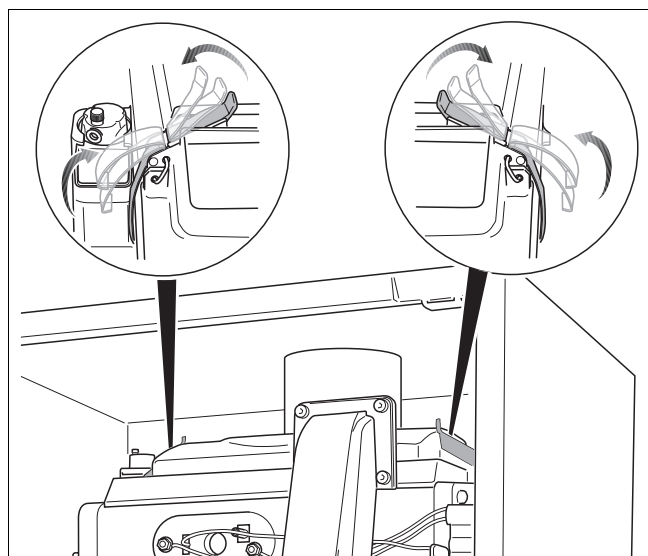

fig. 49 Snelsluitingen openen
- Open de 2 snelsluitingen op de branderdeksel (→ fig. 49).
- Sluit de 2 snelsluitingen van de branderdeksel (→ fig. 49, pagina 46).